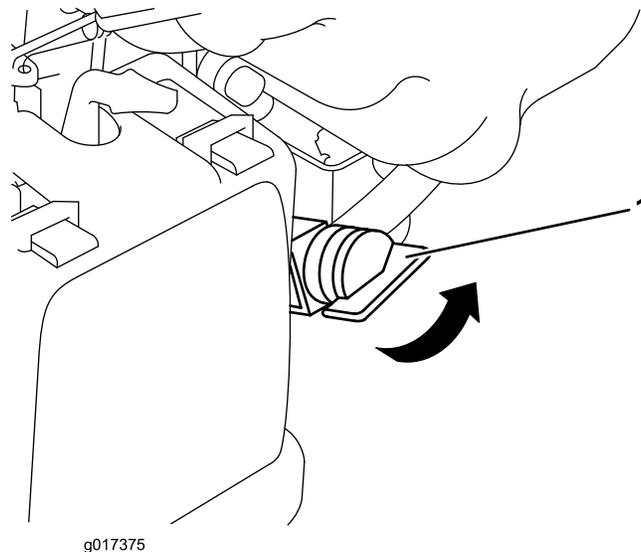

Figura 12
2. Rode a válvula do combustível para a posição on (ligado) (Figura 12).